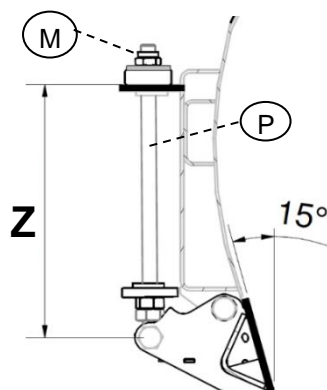

Bild.18
Skärvinkel som standard är 15° (**Z = 420mm**) (VPX180; VPX220 är **Z = 360mm**) – se Bild.18.
Mått **Z** – se Bild.18 – kan användas som kontrollmått. Genom att dra åt muttern(M) i den övre delen av fjäderstången(P) blir skärvinkel mindre – för skärvinkel 0° **Z = 390mm**. Genom att lossa muttern(M) blir vinkeln större.